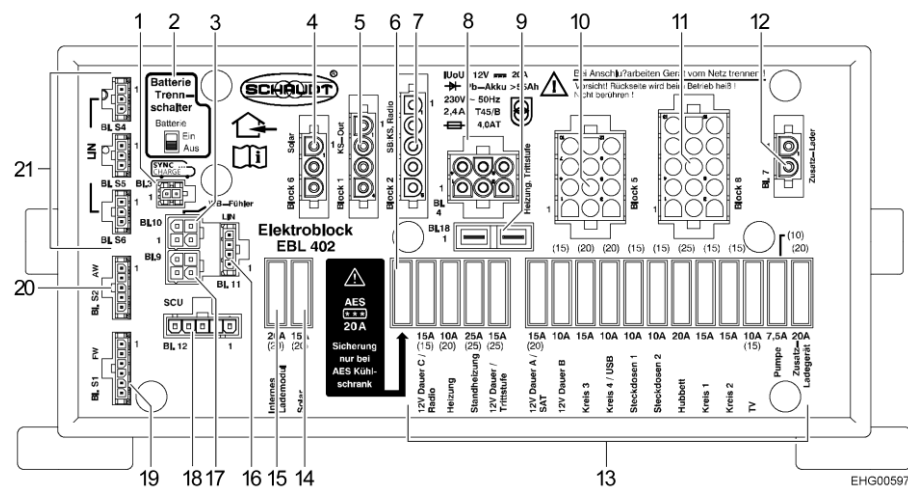

Bild 145 Elektroblock (EBL 402)
- Batterie-Trennschalter (Bild 145,2) am Elektroblock EBL 402 in Stellung "Aus" schieben.
- Batterie-Trennschalter (Bild 145,2) am Elektroblock EBL 402 in Stellung "Ein" schieben.